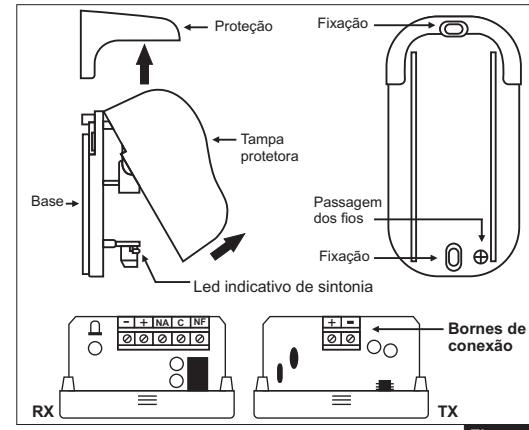

Figura 1
- Verifique se o led indicativo de sintonia da unidade RX está apagado indicando que as unidades estão alinhadas (Figura 1);